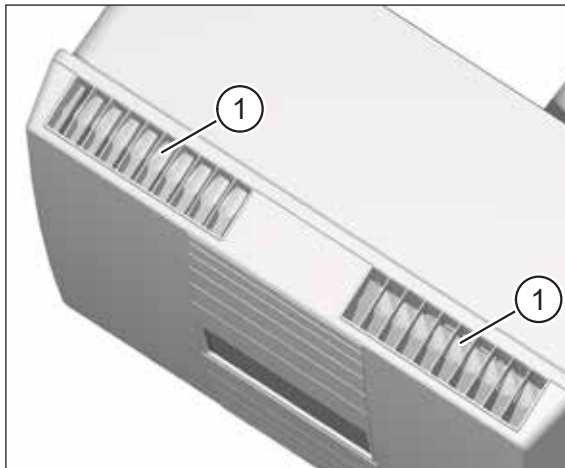
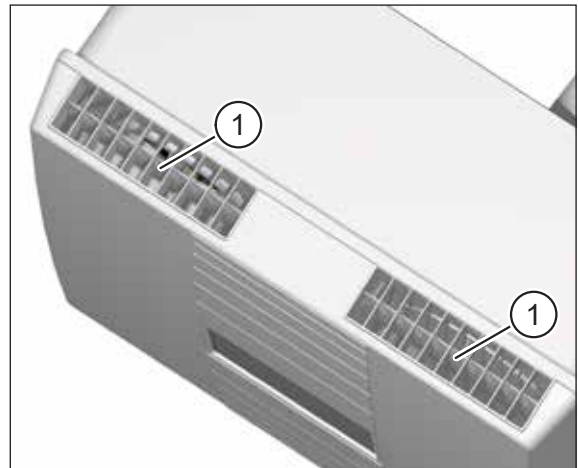

Abb. 11: Luftklappen geschlossen
Abb. 12: Luftklappen geöffnet
- ▶ Überprüfen Sie, dass die Öffnungen für Abluft und Zuluft (siehe Abb. 11 und Abb. 12) frei sind.
- ▶ Überprüfen Sie die Stellung der Luftklappen (siehe Abb. 11 und Abb. 12) an der Abluft- und Zuluftöffnung.
- Ist das Lüftungsgerät ausgeschaltet oder stromlos, sind beide Luftklappen geschlossen (siehe Pos. 1 in Abb. 11).
- Beim Einschalten öffnen sich beide Luftklappen (siehe Pos. 1 in Abb. 12).
- ▶ Schalten Sie das Lüftungsgerät für den Luftfilterwechsel immer am Netzschalter (Pos. 1 in Abb. 10 auf Seite 21) aus. Bei Lüftungsgeräten mit Option M-WRG-O/NOF muss das Gerät mit Hilfe des bauseitigen Leitungsschutzschalters stromlos geschaltet werden. Anderenfalls verhindern die geöffneten Luftklappen (siehe Abb. 12 auf Seite 22) das Entfernen und Einsetzen der Filterpatronen.